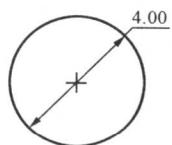

图 1-20 绘制中心半径圆
(1) 单击 **○** 按钮，然后在绘图区中某位置处单击确定圆的起始点，这时将显示一条橡皮筋线附着在鼠标指针上。
(2) 调整指针的位置可以调节圆的大小，将圆调整至合适的大小后单击即完成绘制，如图 1-20 所示。